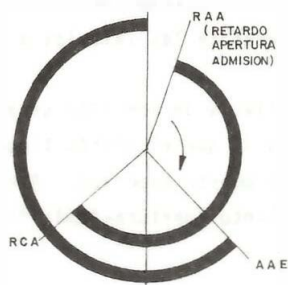

Fig. 17
b. *Empalme negativo.* Cuando la válvula de admisión se abre después de que haya cerrado la válvula de escape (fig. 17).